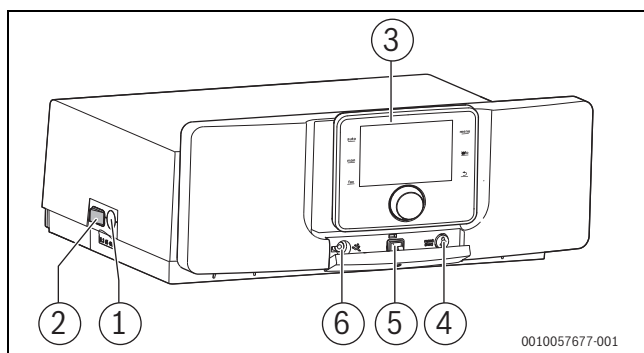
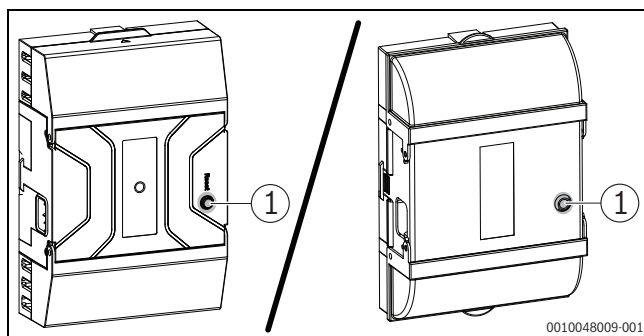

Fig. 19 Tableau de régulation avec module de commande
Fig. 20 Touche reset sur l'automate de combustion
- ▶ Pour déverrouiller, appuyer sur la touche reset de l'appareil de régulation (→ fig. 19) ou sur l'automate de combustion (→ fig. 20).
- ▶ Allumer l'installation à l'aide de l'interrupteur principal (→ fig. 19). L'écran est allumé et affiche la température de la chaudière après un bref moment.